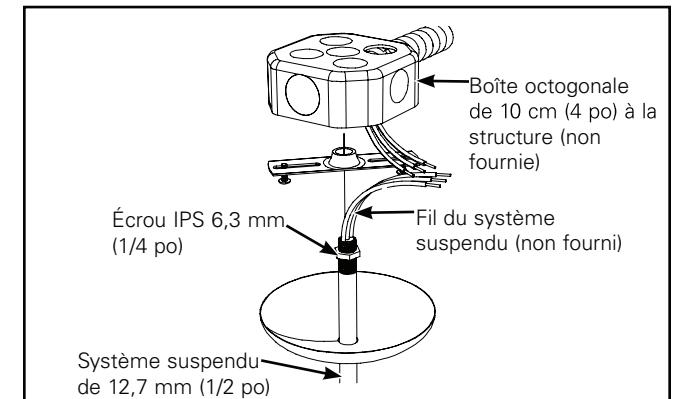

Figure 1. Alimentation
5. Fixez le système suspendu à la barre transversale à l'aide du contre-écrou IPS 6,3 mm (1/4 po). (Figure 1).